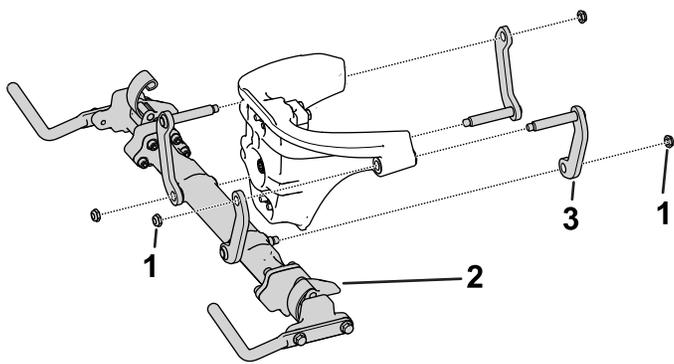

图 2
2. 松开并取下将连杆组件臂固定至转向头上的螺母取下十字管组件 图 2。
7. 将十字管组件安装到转向头上图 2。